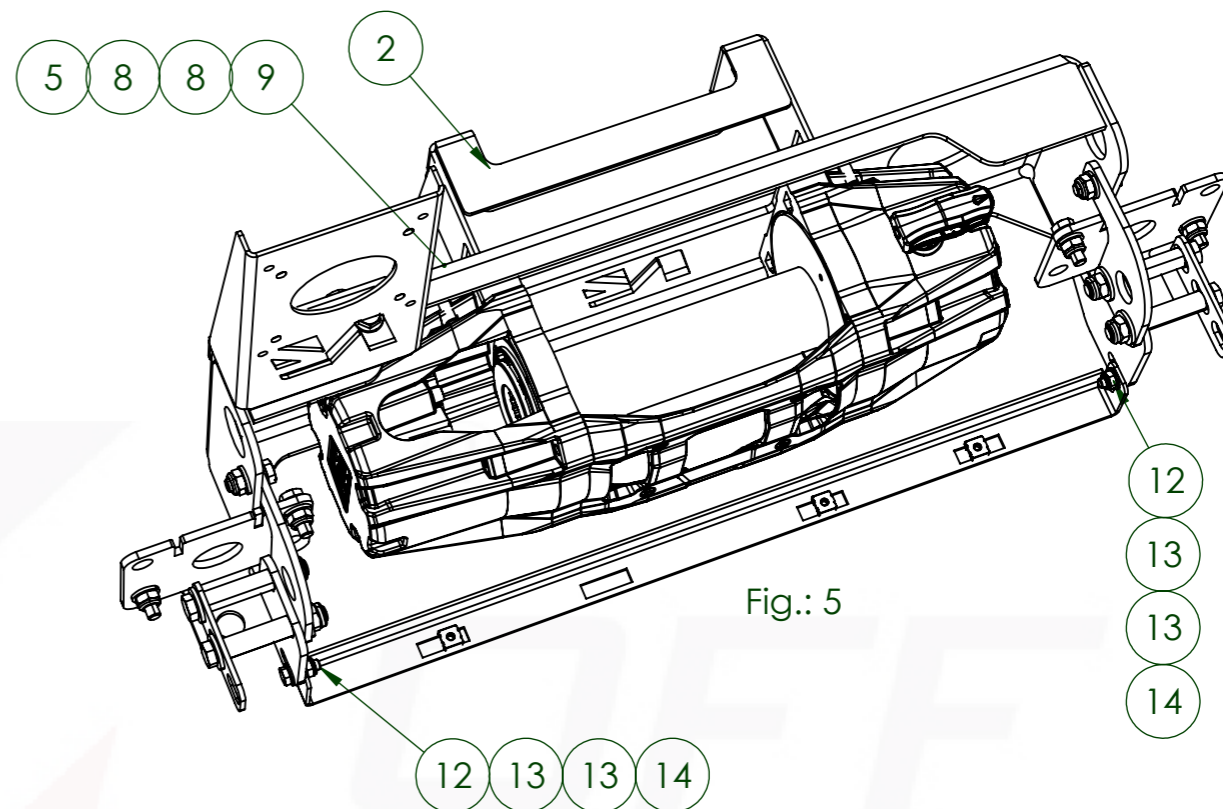

Fig.: 5
Installez le déport d'écubier (2) et la traverse de fixation (3) sans serrer les fixations (cf fig.:5).
Install the alu hawse spacer (2) and the crossbar (3) without tightening the fasteners (see fig.:5).
Instale el soporte del tubo hawse (2) y la barra transversal (3) sin apretar los sujetadores (vea la figura: 5).